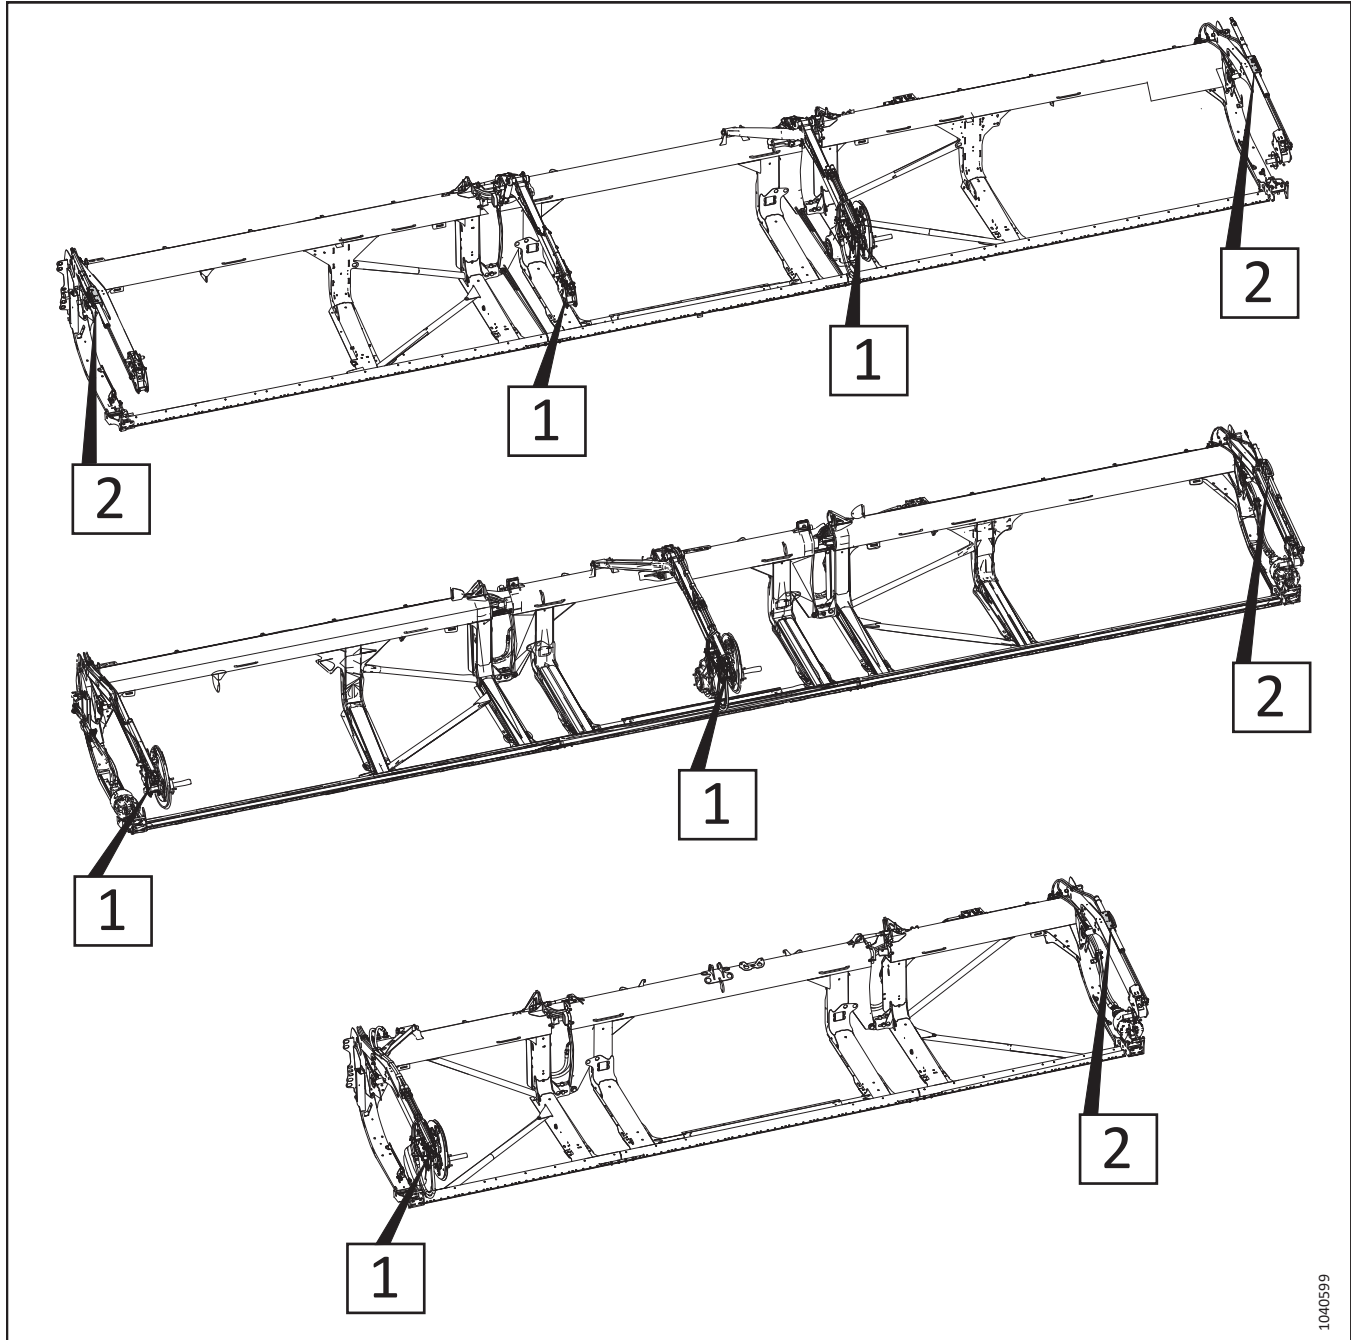

Figura 3.397: Cilindri față-spate reglabili – Numere de referință ale procedurii
5. Consultați Figura 3.397, pagina 279 pentru a determina procedurile de reglare a cilindrului față-spate pentru tipul de heder. Numărul de pe ilustrație se referă la una dintre următoarele proceduri: